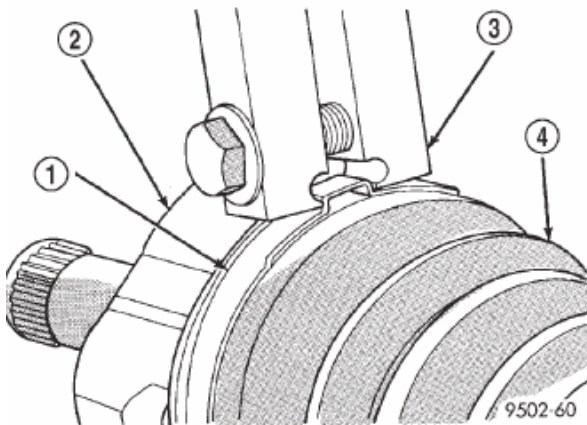
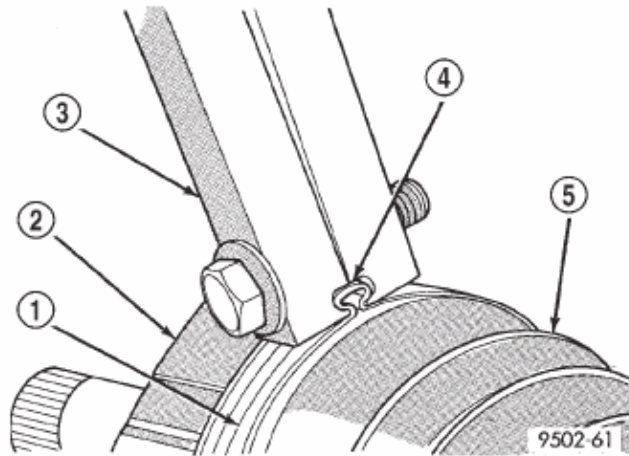

Fig. 49 Herramienta de plegado instalada en la abrazadera de la funda fuelle sellante
Fig. 50 Abrazadera de retención de funda fuelle sellante instalada
(8) Emplace la funda fuelle sellante de la junta homocinética externa dentro de su acanaladura de retención en el alojamiento de la junta homocinética externa. Instale la abrazadera de retención de la funda fuelle sellante en la junta homocinética externa de forma pareja sobre la funda fuelle sellante.
(9) Asegure la funda fuelle sellante en el alojamiento de la junta homocinética externa empleando el plegador, herramienta especial C-4975-A, y el procedimiento siguiente. Coloque la herramienta de plegado C-4975-A sobre el puente de la abrazadera (Fig. 49). Apriete la tuerca de la herramienta de plegado C-4975-A hasta que las mandíbulas de la herramienta estén completamente cerradas, una contra la otra (Fig. 50).